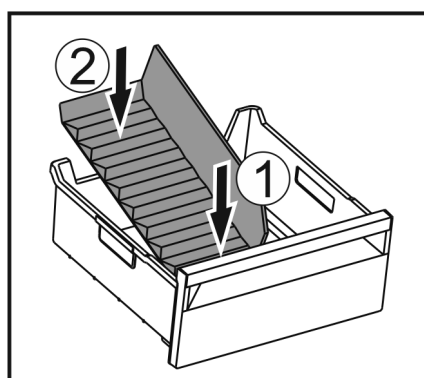

Fig. 55
- ▶ Vstavite sprednji del pregrade predala za led. Fig. 55 (1)
- ▶ Zadnji del pregrade predala za led spustite do dna predala. Fig. 55 (2)